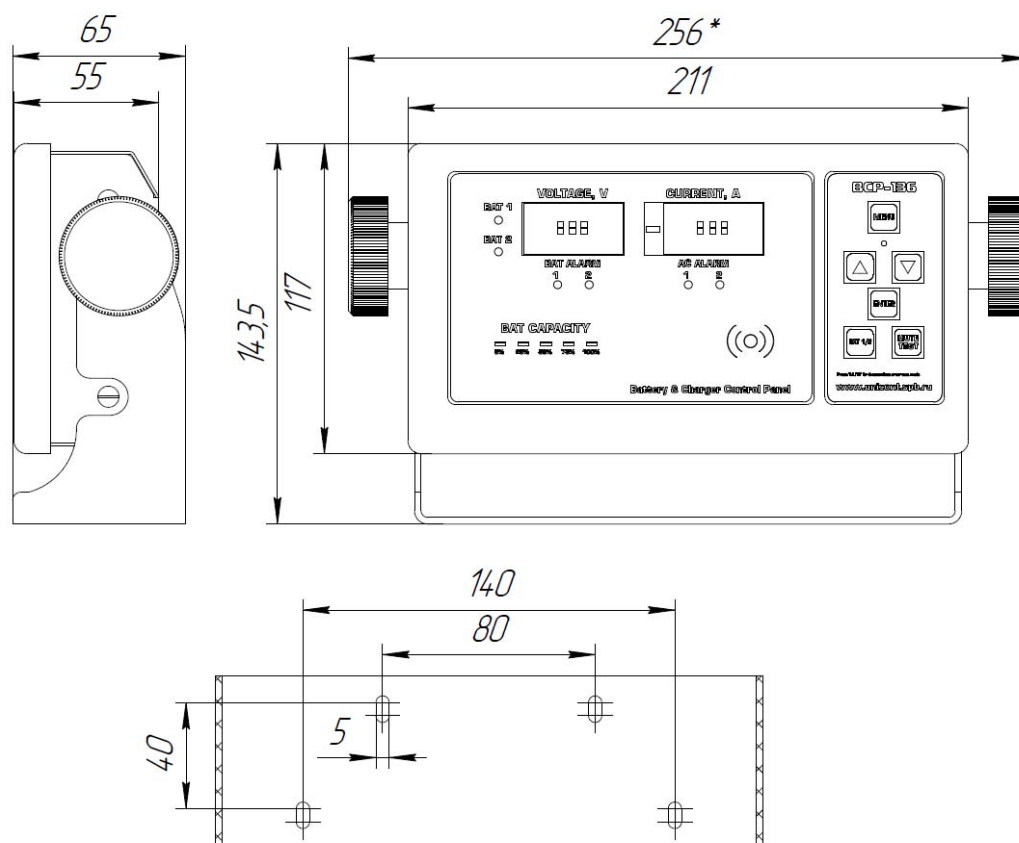

Рисунок 3 Габаритные и установочные размеры VCP-136 для крепления на поверхность
- указания для настольного монтажа или монтажа на переборку смотрите Рисунок 3,